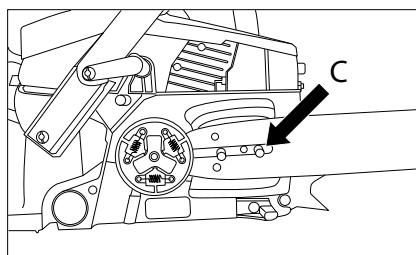

Rys. 4
2. Ustawić osłonę hamulca łańcucha w pozycji roboczej, pociągając dźwignię do siebie. Upewnij się, że łańcuch obraca się wokół prowadnicy (Rys. 4).